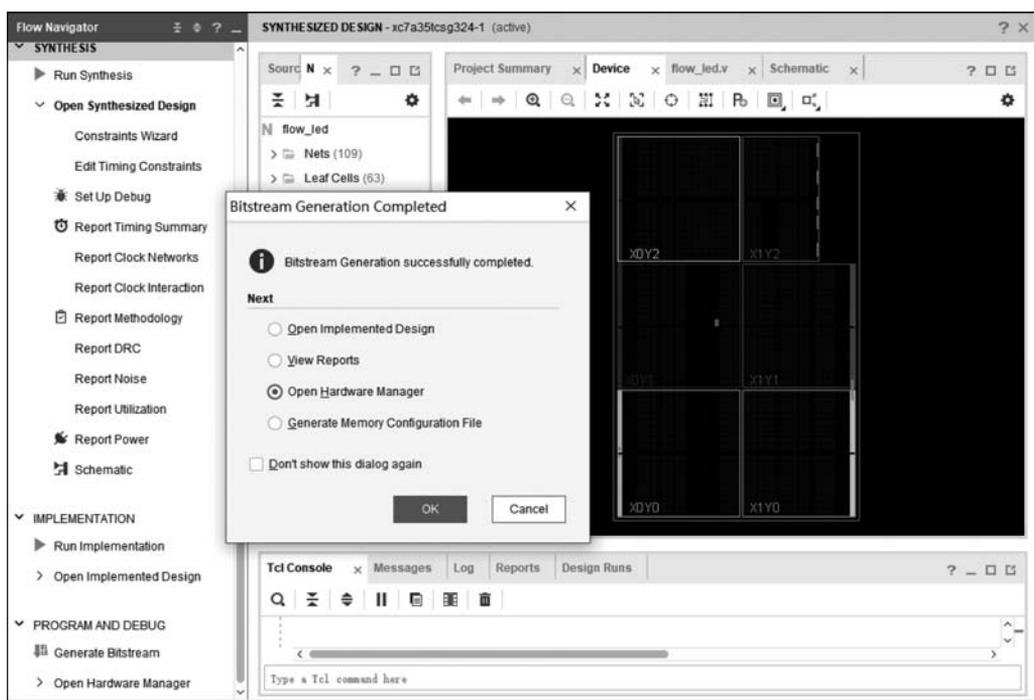

图 3.26 生成比特流文件
(1) 如图 3.26 所示,在 Flow Navigator 中选择 PROGRAM AND DEBUG 下的 Generate Bitstream 选项,工程会自动完成综合、实现比特流文件的生成过程。完成后,选中 Open Hardware Manager 单选按钮,进入硬件编程管理界面。
(2) 在 Flow Navigator 中选择 PROGRAM AND DEBUG 下的 Generate Bitstream 选项(见图 3.26),启动编译并自动生成 .bit 文件和用于固化的 .bin 文件。